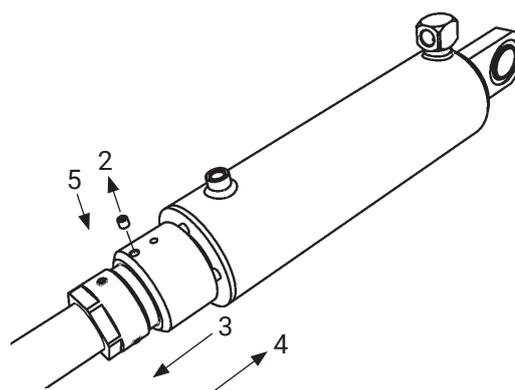

Abbildung 45. Anschlag und Sicherungsschrauben
2. Die Sicherungsschraube am Anschlag lösen (2). Den Anschlag komplett in Richtung Plattform zurückschrauben (3) Abbildung 45.
4. Den Anschlag vollständig an der Oberseite des Zylinders ausrichten (4) Abbildung 45.
5. Die Sicherungsschraube am Anschlag festziehen (5). Siehe Abbildung. Abbildung 45.